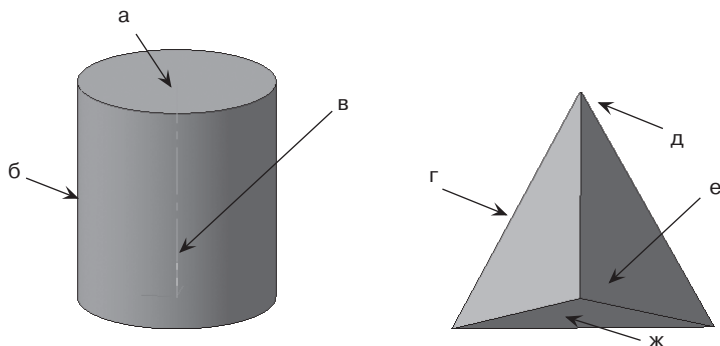

Рис. 120. Проверьте себя
9. Назовите элементы геометрических тел (рис. 120).